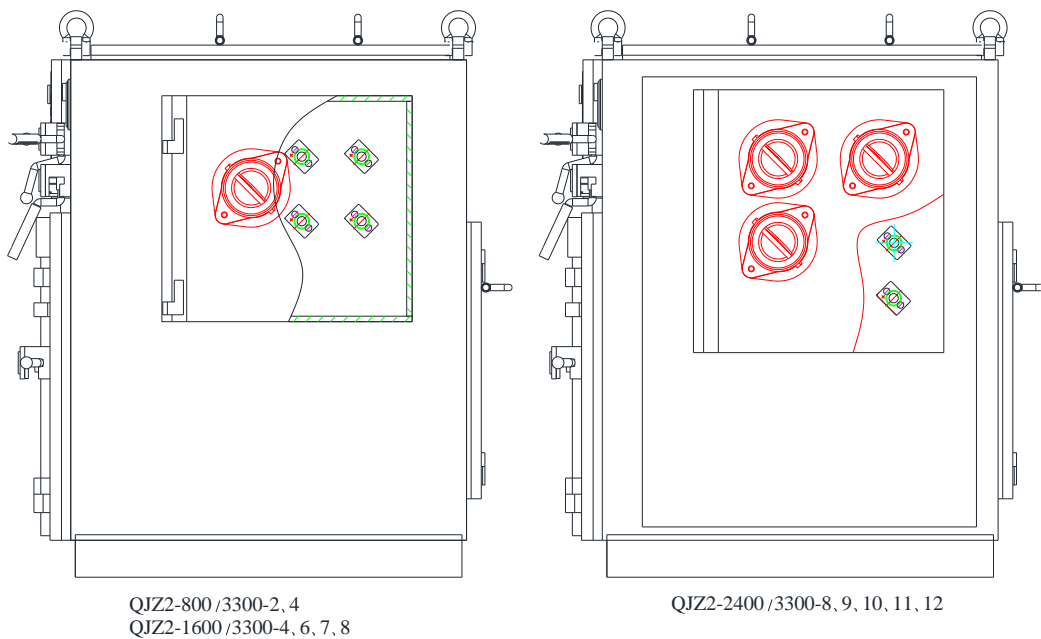

图5.1 输入侧接线腔面板和端子示意图
a) 接线腔结构箱体右侧进线端有 2 个或 4 个喇叭嘴：输入一和输入二，如图 5.1 所示。